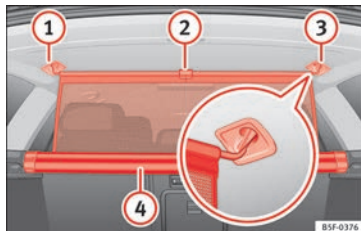

Fig. 171 Dans le coffre à bagages : attacher le filet de séparation.
- Tirez la languette » **fig. 171** **2** vers le haut pour sortir le filet du boîtier **4**.